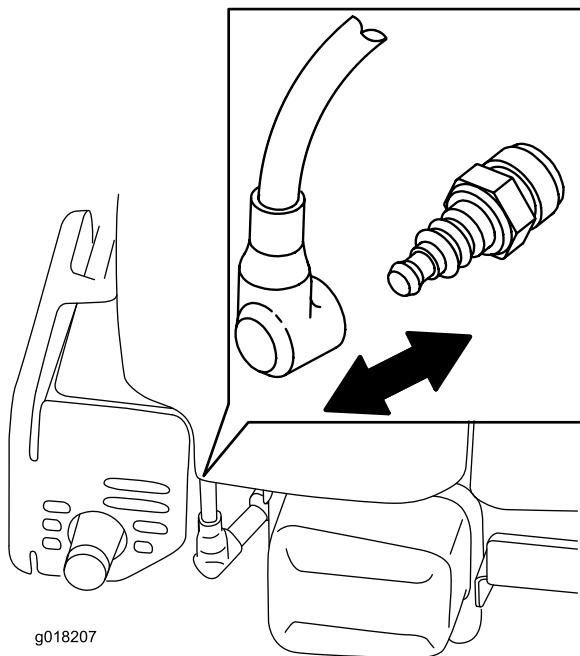

Figure 16
2. Débranchez la bougie (Figure 16) avant de procéder à un quelconque entretien.